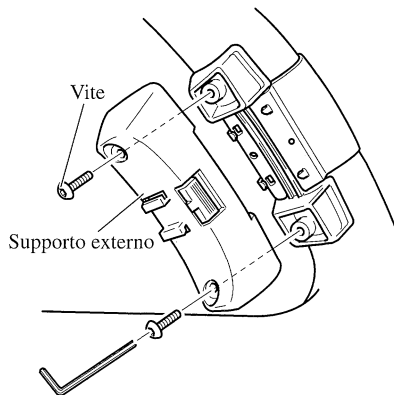

Fig. 12
3. Installare il supporto esterno sul supporto interno e fissare con le viti. (Fig. 12)